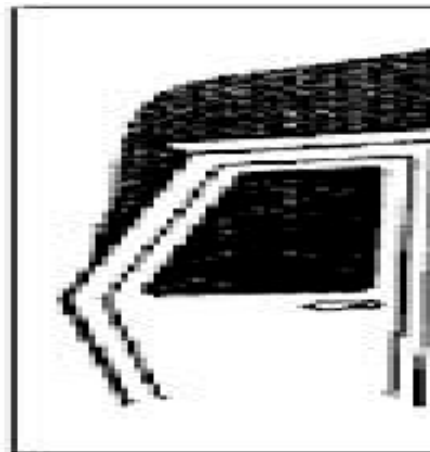

Рис. 1-24
- Если каток оснащен системой кондиционирования воздуха, запрещается выполнять сварочные работы рядом кондиционером. Все работы по техническому обслуживанию, включая замену охлаждающей жидкости, должны выполняться специалистами по данной технике и со специальными инструментами. (Рис. 1-24)